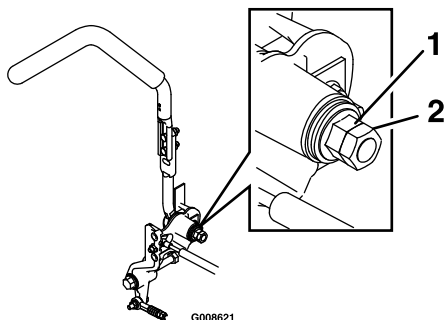

Рисунок 65
1. Ослабьте контргайку (Рисунок 65).